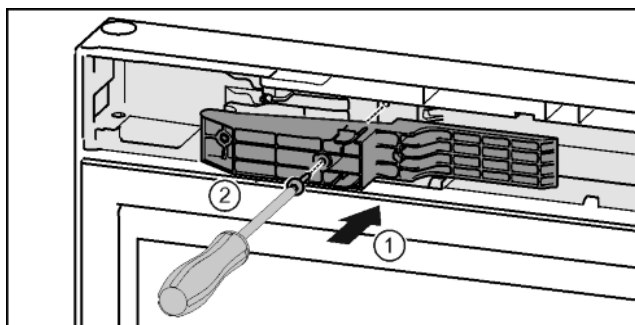

Fig. 46*
- Ievietojiet adapteri padziļinājumā satveršanas pusē.* Fig. 46 (1)
- Ar skrūvgriezi T15 pieskrūvējiet skrūves.* Fig. 46 (2)